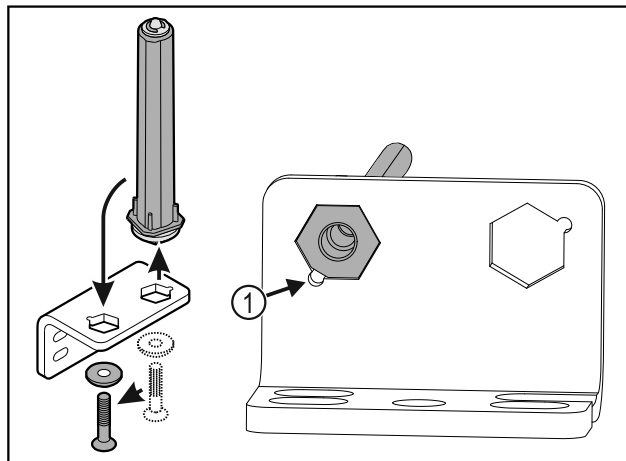

Fig. 30
- Zwrócić uwagę, aby podczas wkładania ścięcie sworznia Fig. 30 (1) było skierowane na okrągły otwór.